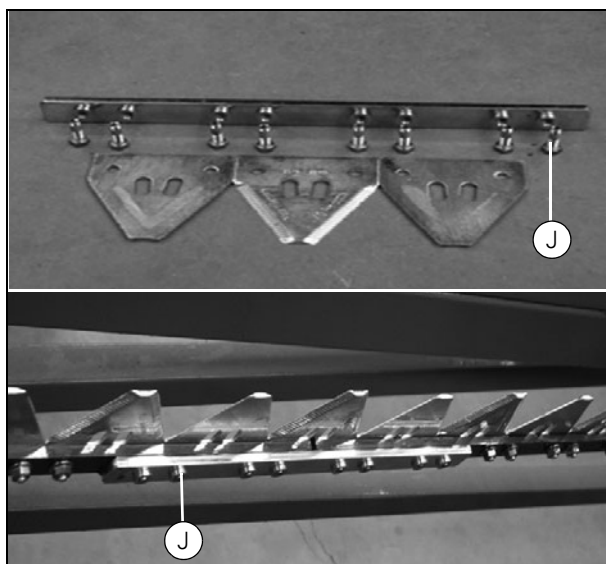

Рисунок 21
- Нож разделен на секции, а секции собраны в набор сборок, как показано на (Рис. 21). Затяните болты (К) моментом 15–18 Нм.